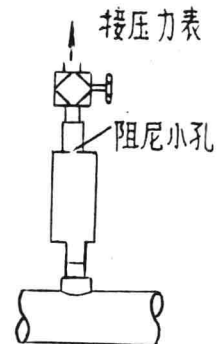

图1-11 阻尼装置
(4) 当被测压力波动频繁和剧烈时（如压缩机的进排气管），应采用阻尼装置。常用的阻尼作用有两种。一种是阻尼袋或阻尼小孔，使介质压力变化时，加大其进入压力计的阻力，如图1-11所示；另一种方法是采用脉动消除口（扩大管），其作用和缓冲口相似。
(5) 在有振动的场合，为防止振动对测压的影响，可加装各种弹簧式或软垫式减振口，或将压力引至没有振动的地方。
(6) 如果被测介质是液体，且仪表和取压点不在同一高度时，就要考虑导压管中液柱重量产生的静压力影响，其修正值为